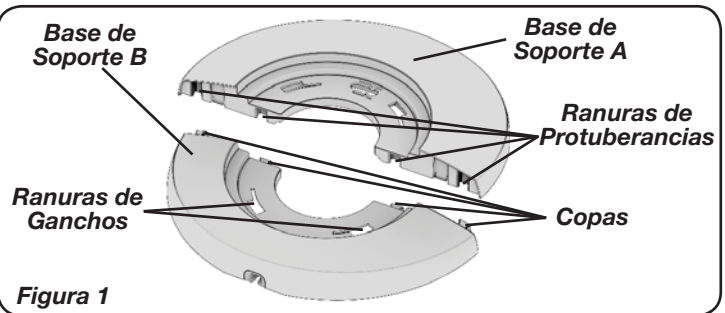
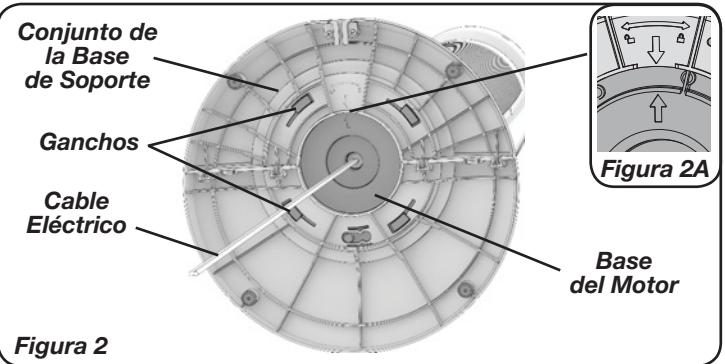

Figura 1
Figura 2
2. Ensamble las mitades de la base de apoyo al interconectar las **Protuberancias** en la **Base de Apoyo B** en las **Ranuras de la Protuberancia** en la **Base de Apoyo A**. (Figura 1)
3. Alinee la **Montura de la Base** de apoyo con la **Base del Motor**. Introduzca el cable eléctrico a través del orificio grande en el centro de la montura de la base de apoyo. Asegúrese de alinear las **Ranuras de los Ganchos** (Figura 1) en la **Montura de la Base** de apoyo con los **Ganchos** en la **Base del Motor**. La flecha de alineación en la montura de la base de apoyo debe estar alineada con la flecha de alineación en la **Base del Motor** (Figura 2 y Figura 2A).